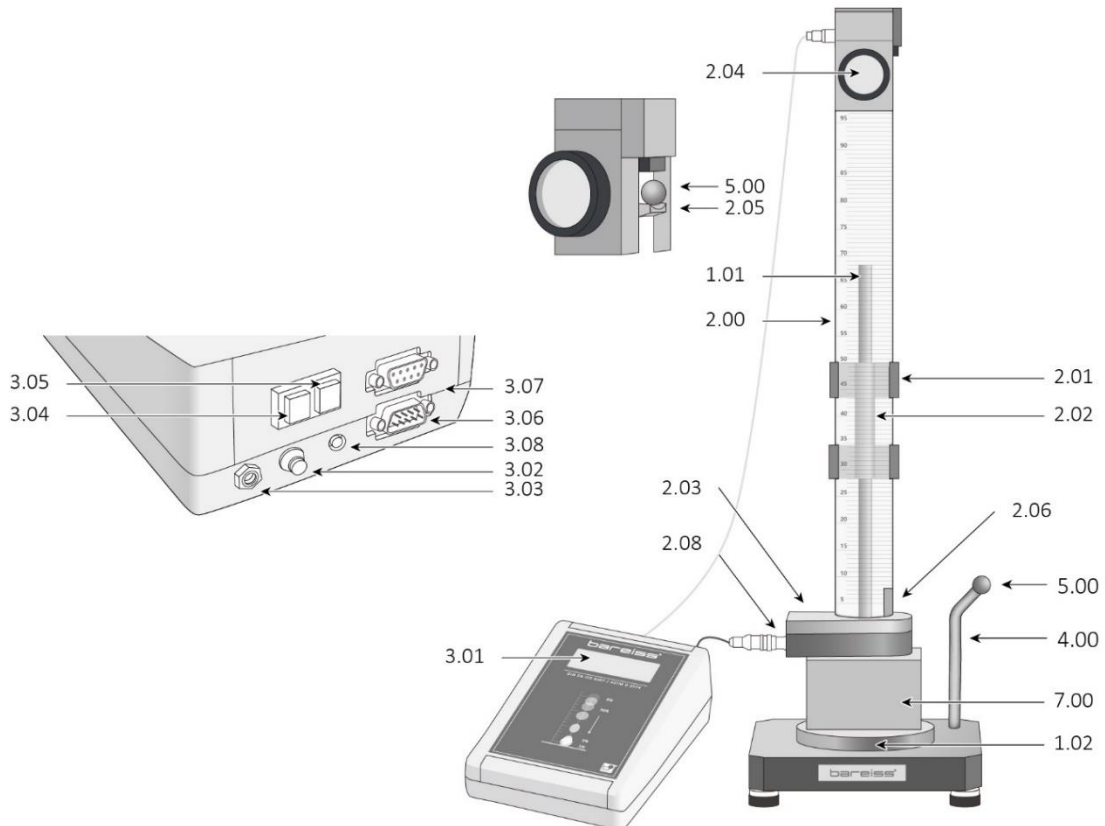

Abb. 5 Messvorgang
Der Reset-Schalter (3.08, Abb.5) dient zum Abbruch eines Messvorgangs.
Dadurch wird die Kugel (5.00, Abb.5) freigegeben und fällt auf die Probe (7.00, Abb.5).
Das Display (3.01, Abb.5) zeigt:
- Entnehmen Sie die Kugel mit Hilfe des Magnethalters (4.00, Abb.5) durch die Öffnung (2.06, Abb.5).
Dieser wird über die Schnittstelle (3.06, Abb.5) ausgegeben.
- Lösen Sie die Klemmschraube (2.02, Abb.5) des Befestigungsarms (2.01, Abb.5).
- Schieben Sie das Fallrohr (2.00, Abb.5) nach oben, bis Sie die Probe (7.00) auf dem Auflagetisch (1.02, Abb.5) auflegen können.
- Schieben Sie das Fallrohr vorsichtig nach unten bis das Fußteil (2.03, Abb.5) die Probe leicht berührt.
- Ziehen Sie die Klemmschraube (2.02, Abb.5) wieder fest.
- Drehen Sie das Rändelrad (2.04, Abb.5) nach links bis zum Anschlag.
- Legen Sie die Kugel (5.00, Abb.5) mit Hilfe des Magnethalters (4.00, Abb.5) auf die Halteplatte (2.05, Abb.5).
- Entnehmen Sie die Kugel mit Hilfe des Magnethalters durch die Öffnung (2.06, Abb.5).
Der Medianwert wird über die Schnittstelle (3.06, Abb.5) ausgegeben.